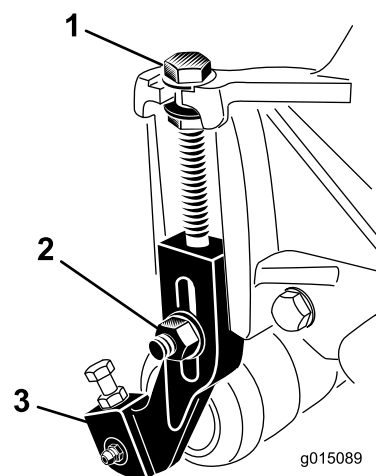

図 17
1. 刈り高ブラケットをCuttingユニットのサイドプレートに固定しているロックナットをゆるめる図 17。